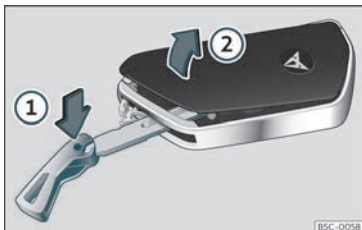

Fig. 68 Chiave del veicolo: aprire il coperchio del vano batteria.
- Introdurre lo spadino nella fessura >>> fig. 68, premendolo in direzione della freccia ① e sollevare il coperchio facendo leva ②.